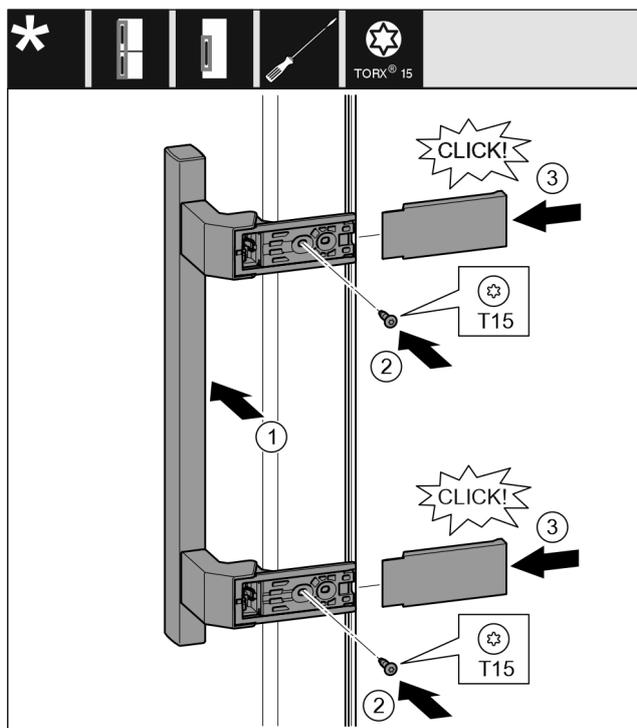

Fig. 38
- ▶ Coloque el tirador en el lado opuesto. Fig. 38 (1)
- ▶ Apriete el tornillo con el destornillador T15. Fig. 38 (2)
- ▶ Coloque y desplace lateralmente las cubiertas. Fig. 38 (3)